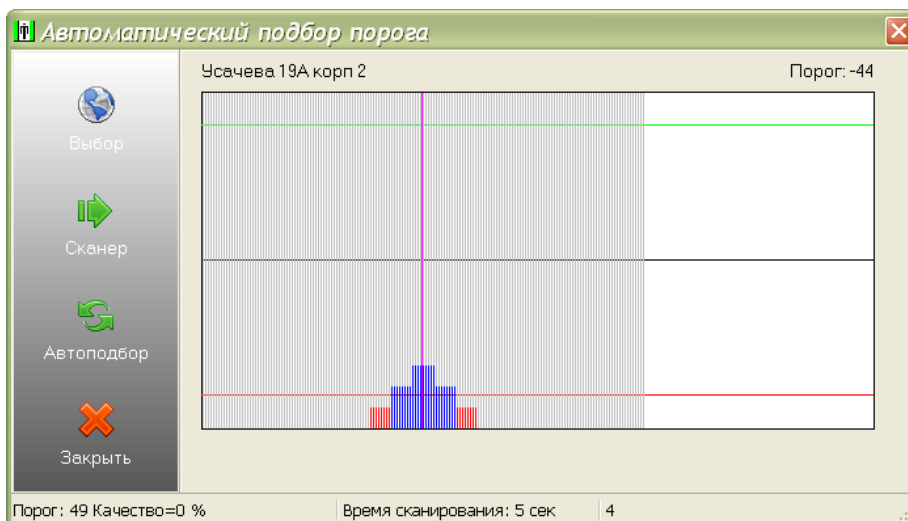

Рисунок 87
– нажать кнопки «Сканер» и затем «Автоподбор» в окне «Автоматический подбор порогов» (рисунок 87).